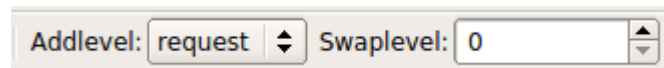

Figura 29: Creación del símbolo LM2576HV_Power.
71. Seleccione el icono **Add Part** y agregue los dos símbolos **LM2576HV** y **LM2576HV_Power**. Antes de dar clic en el área de trabajo para cada elemento verifique la opción **Addlevel** (ver figura 29).